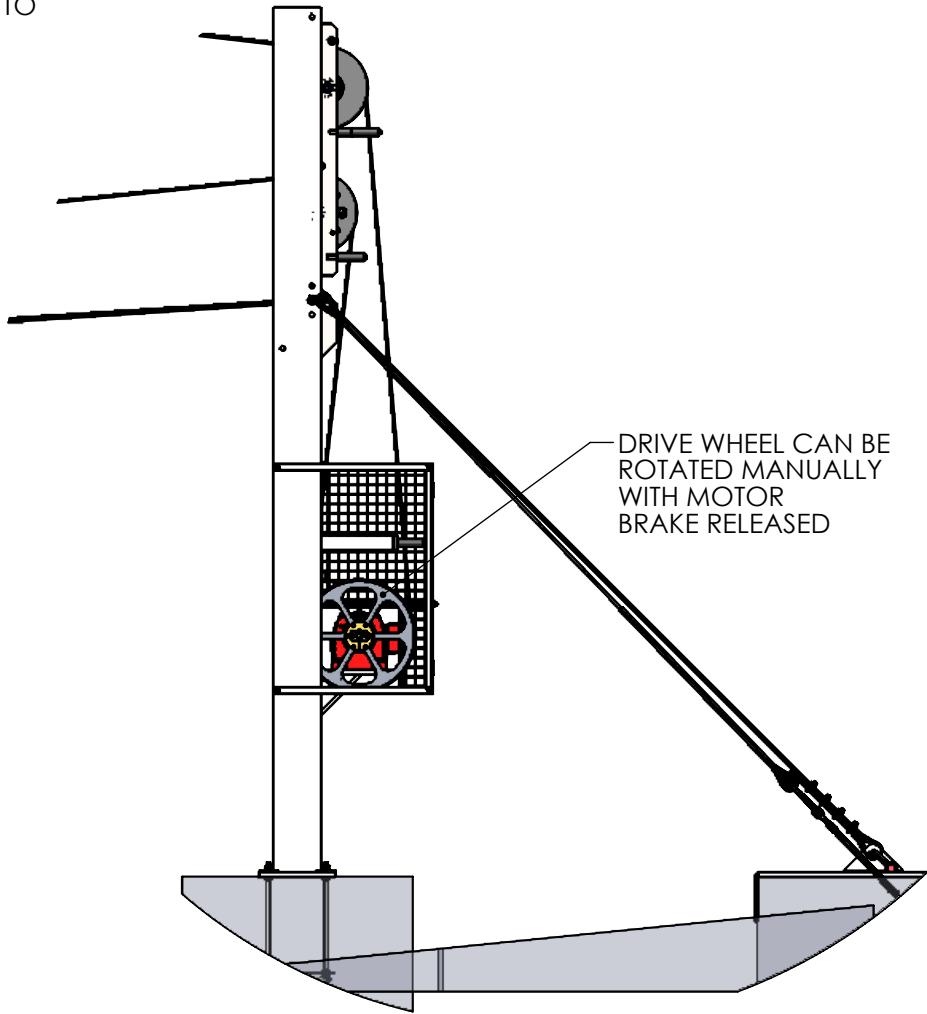

FIGURE 2
- 2. RELEASE MOTOR BRAKE. IF GRAVITY ALONE IS NOT ENOUGH, ROTATE DRIVE WHEEL MANUALLY TO PULL THE CART DOWN (SEE FIGURE 2).